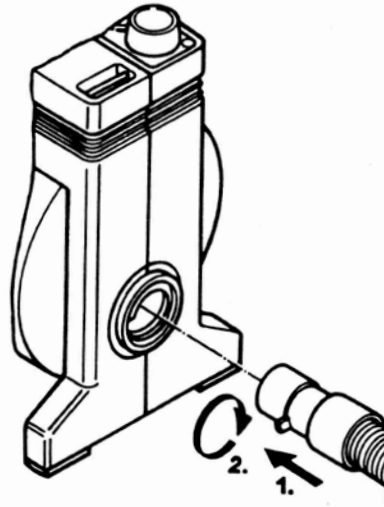

Fig. 3
- Empalmar el tubo flexible de aire en el compresor. Para ello, enroscar fijamente hacia la derecha la pieza de empalme del tubo flexible de aire en la abertura del compresor (fig. 3).